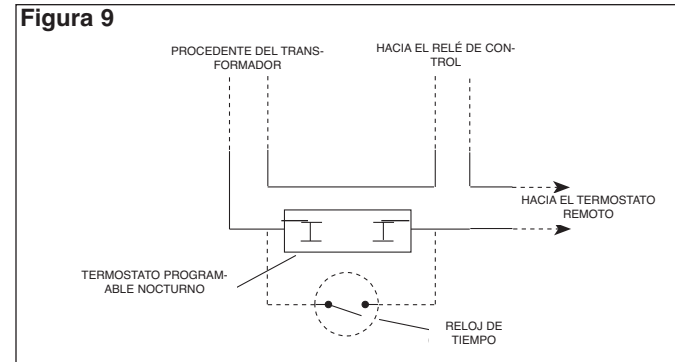

Figura 9
3. Para la operación programable nocturna, consulte el diagrama de cableado en la Figura 9.